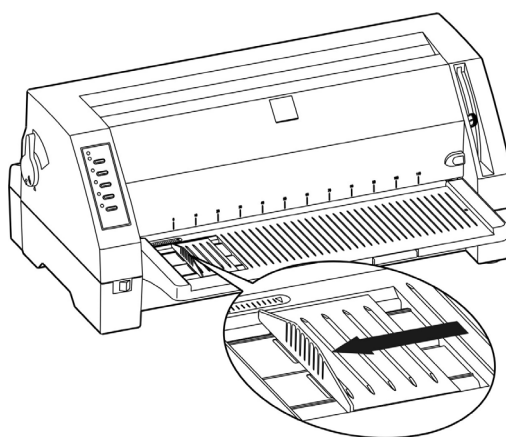

图 3-3：调整挡纸板位置
4. 根据打印机盖子左边的标示调整挡纸板位置。有效打印起始位置标示在机盖左下方“0”位置，如图 3-3 所示。